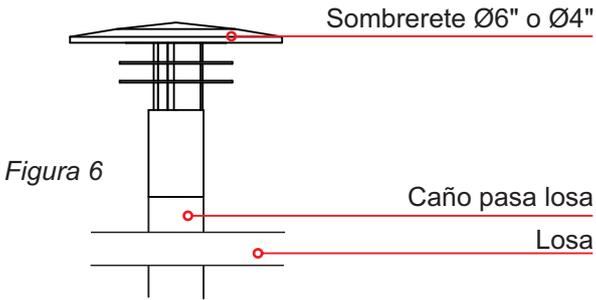

Figura 6
Paso 5: Coloque un sombrero (no incluido) de Ø6" o Ø4" en el extremo del caño pasa losa fijándolo mediante tornillos Parker o remaches pop. (ver figura 6)